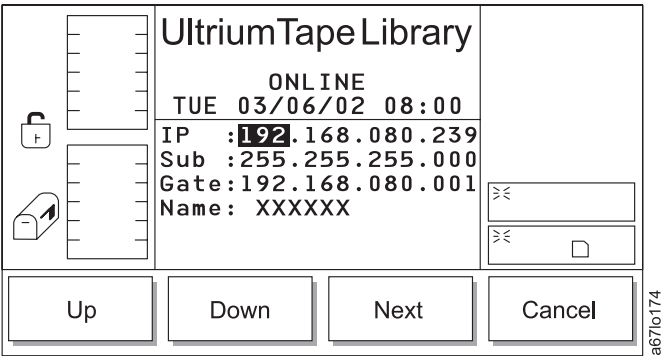

Abbildung 144. RMU-Dialog
- Wird **RMU** ausgewählt, erscheint der RMU-Dialog (siehe Abb. 144 auf Seite 160).
Tabelle 93. Übersetzung von Abb. 144, RMU-Dialog